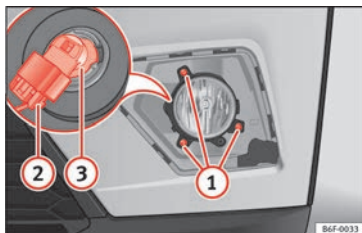

Fig. 114 Faro fendinebbia: smontaggio del supporto lampade
2. Rimuovere le 3 viti » **fig. 114** (1) ed estrarre il faro fendinebbia.
3. Estrarre il connettore della lampadina (2).
4. Ruotare il portalamпада (3) verso sinistra e tirare.